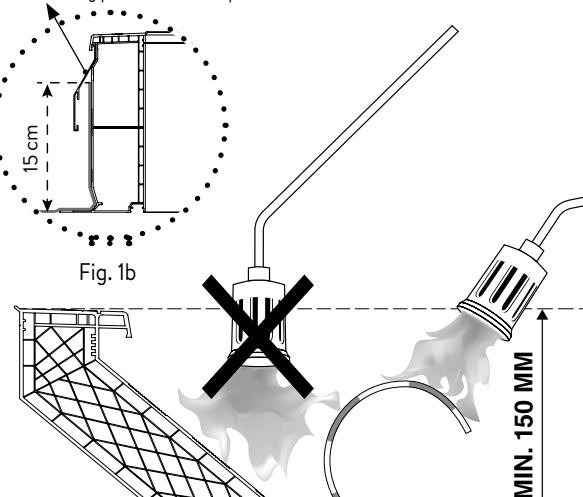

Fig. 1
- Screw the curb on the roof construction through the indication line of the flange (timber screws 5.2 x 60 or metal screws 4.8 x 60). Start at 7.5 cm from the extremities. The axis distance of the other screws must not exceed 30 cm. Pull up the roofing underneath the top flange. Beware that the membrane and not the curb is warmed up when using the welding with flame method as shown on figure 1. Always use the flashing profile in case of a PVC curb 20/00 (image 1b).
- Schrauben Sie den Aufsatzkranz an der Dachkonstruktion fest durch die Indikationslinie vom Flansch (Holzscrews 5,2 x 60 oder Metallscrews 4,8 x 60). Fangen Sie am 7,5 cm der Enden an. Die Achsdistanz der anderen Schrauben soll maximal 30 cm betragen. Ziehen Sie die Dachbedeckung bis zum oberen Flansch. Achten Sie darauf, dass beim Schweißen mit Flamme die Membran und nicht den Aufsatzkranz geheizt wird (siehe Bild 1). Immer das Schürzenprofil bei einem PVC-Aufsatzkranz 20/00 verwenden (Bild 1b).